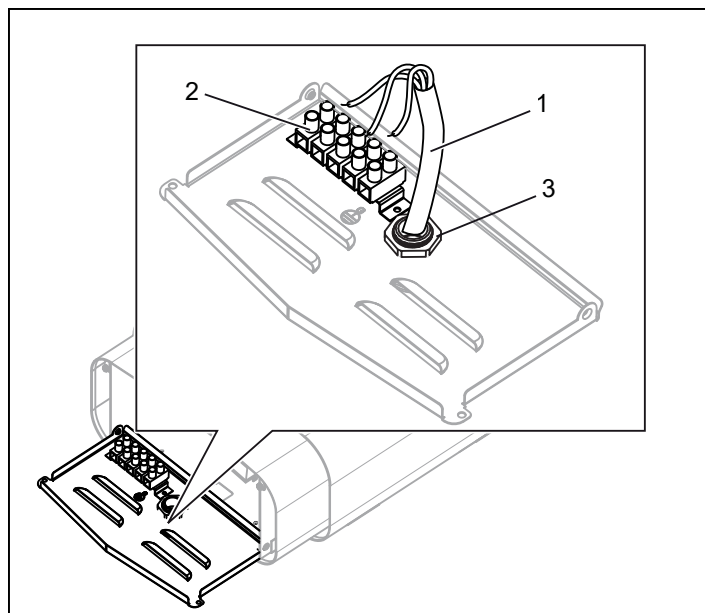
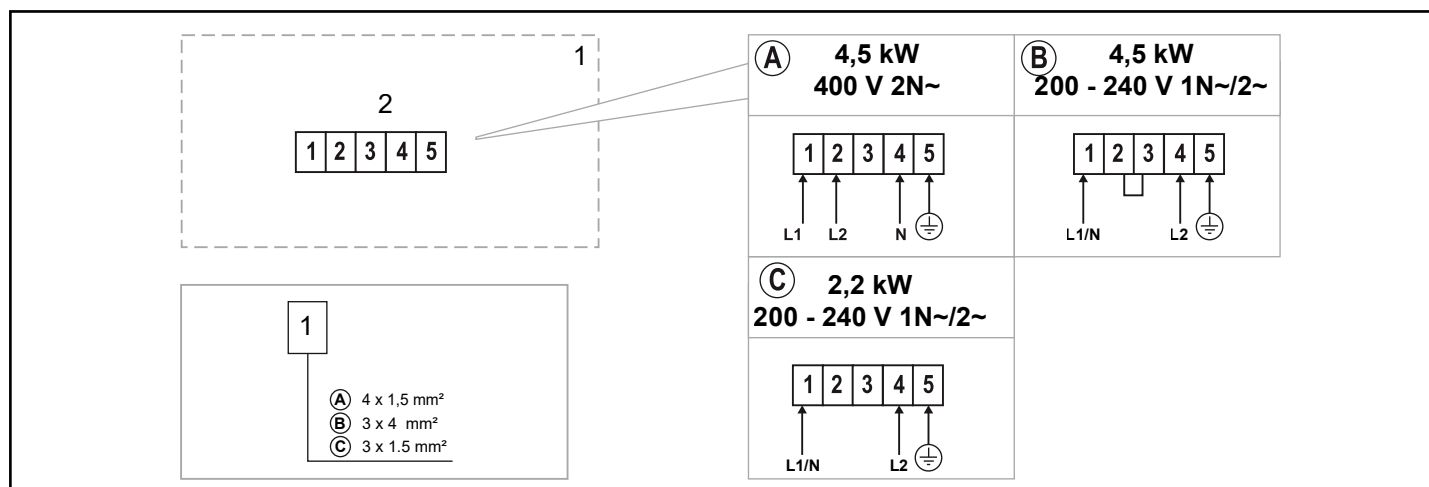

Рис. 6: Подключение
Рис. 15: Схема соединений
- Спланируйте подключение электрических соединений (см. раздел «Подключение/схема соединений», рис. 15).
3. Подсоедините устройства для релаксации напряжения (3) и подключите электрический кабель (1) к клемме (2) (см. рис. 6) согласно схеме соединений (см. раздел «Подключение/Схема соединений», рис. 15).